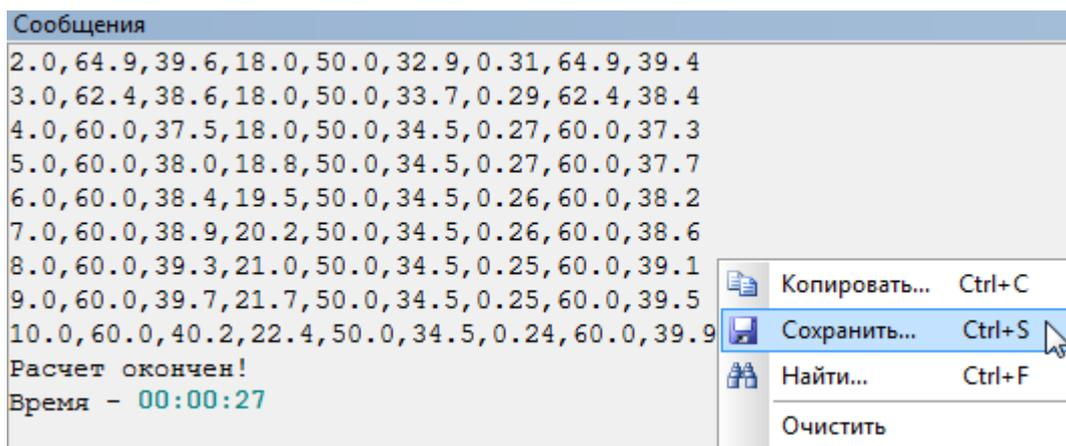

Рисунок 13.7. Сохранение температурного графика
1. Нажмите правую кнопку мыши на поле сообщений и в появившемся меню выберите пункт Сохранить. (см. Рисунок 13.7, «Сохранение температурного графика»)